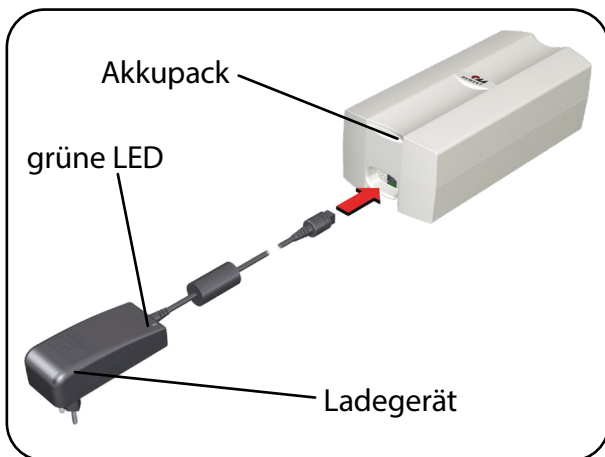

Abb. 8.7.07 – Akkupack mit Ladegerät
3. Stecken Sie die Zuleitung in die Ladebuchse des Akkupacks (Abb. 8.7.07).
5. Überprüfen Sie den Ladezustand des Akkupacks am Ladegerät. Der Ladezustand wird durch eine grüne LED angezeigt (Abb. 8.7.07).
Kontrollleuchte am Ladegerät (Abb. 8.7.07)